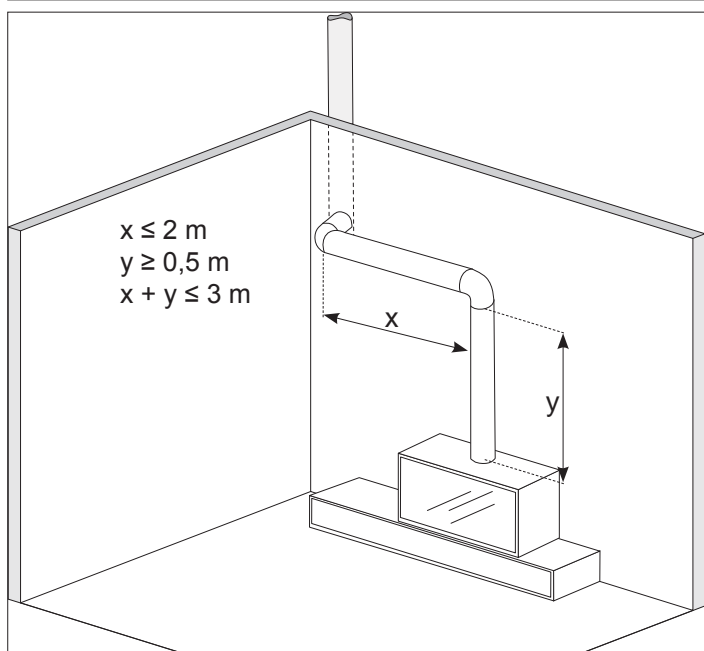

fig. 5.3
- Pour raccorder le poêle à la cheminée il est possible d'effectuer au maximum 3 changements de direction non supérieurs à  $90^\circ$ , avec une longueur du canal de fumée non supérieure à 2 mètres en projection horizontale et au maximum 3 mètres au total (fig.5.3).